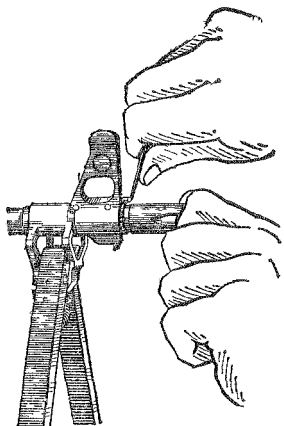

Рис. 6. Отделение пламегасителя
4) **Отделить у автомата дульный тормоз-компенсатор, у пулемета — пламегаситель (рис. 6).** Утопить отверткой фиксатор дульного тормоза-компенсатора (пламегасителя). Свернуть дульный тормоз-компенсатор (пламегаситель) с резьбового выступа основания мушки (со ствола), вращая его против хода часовой стрелки. В случае чрезмерно тугого вращения дульного тормоза-компенсатора (пламегасителя) допускается производить отворачивание его с помощью выколотки (шомпола), вставленной в окна дульного тормоза-компенсатора (щели пламегасителя)